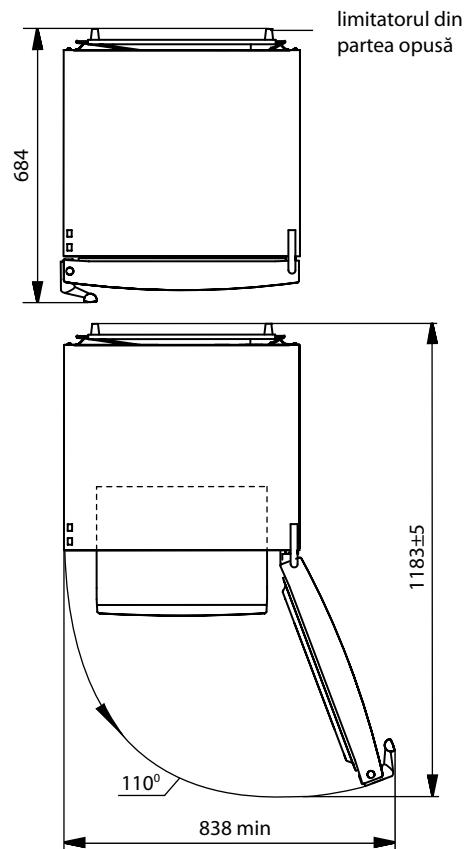

Figura 2 – Congelator (vedere de sus)
**1.6** Spațiul total necesar pentru funcționarea congelatorului este determinat de dimensiunile prezentate în figura 2 în milimetri. Designul congelatorului oferă unghiul maxim de deschidere a ușii – de  $110^{\circ}$ . Pentru a preveni deteriorarea congelatorului **NU APLICĂȚI FORȚĂ EXCESIVĂ** pentru a deschide ușa la un unghi mai mare de  $110^{\circ}$ .